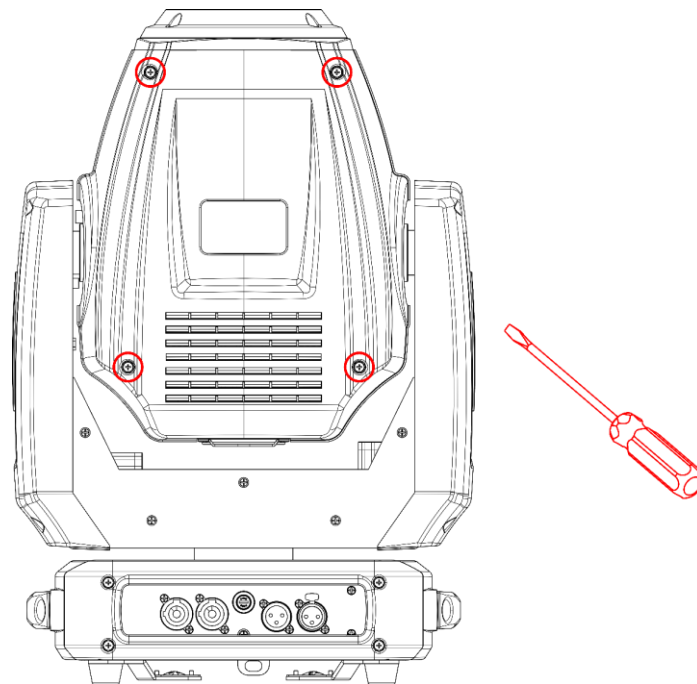

Fig. 13
- 03) Allentare le 4 viti sul coperchio della testa, come indicato sulla Fig. 13.